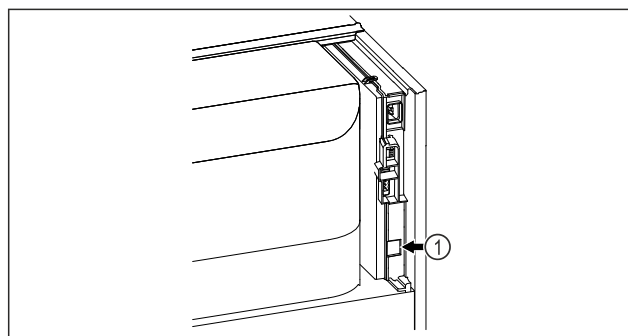

Fig. 97
- SmartModule Fig. 97 \(1\) är insatt.